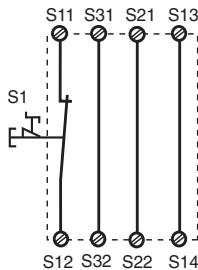
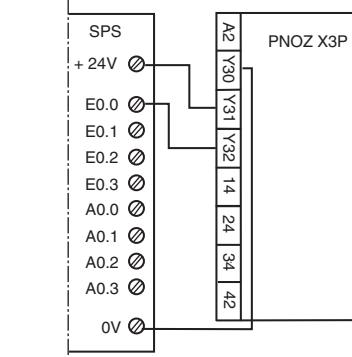

Fig. 2: Eingangskreis einkanalig, autom. Start/Single-channel input circuit, automatic reset/Commande par 1 canal, validation automatique
Fig. 10: Anschlussbeispiel für Halbleiterausgang/Connection of semiconductor output/
In Fig. 2 ... Fig. 10 sind Anschlussbeispiele für NOT-AUS-Beschaltung mit automatischem und überwachtem Start, Schutztürsteuerungen sowie Kontaktvervielfachung durch externe Schütze.
- Fig. 2 und 7: **keine** Verbindung S33-S34
Beachten Sie bei Fig. 2 und 7: Das Gerät startet bei Spannungsausfall und -wiederkehr automatisch. Verhindern Sie einen unerwarteten Wiederanlauf durch externe Schaltungsmaßnahmen.
In Fig. 2 ... Fig. 10 are connection examples for Emergency Stop wiring with automatic and monitored reset. Safety gate controls as well as contact expansion via external contactors.
- Fig. 2 and 7: S33-S34 **not** connected
Please note for Fig. 2 and 7: the device starts automatically after loss of power. You should prevent an unintended start-up by using external circuitry measures.
Les figures 2 à 10 représentent les différents câblages possibles du PNOZ X3P à savoir : poussoir AU avec réarmement automatique ou auto-contrôlé, interrupteurs de position et augmentation du nombre des contacts de sécurité par contacteurs externes.
- Fig. 2 et 7: **pas** de câblage sur S33-S34
Dans le cas de la figure 2 et 7, l'appareil se réarme automatiquement après une coupure et une remise sous tension. Evitez tout risque de redémarrage par un câblage externe approprié.